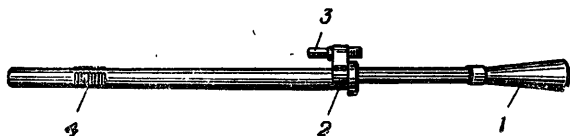

Рис. 2. Ствол:
6. Ствол (рис. 2) служит для направления полета пули.